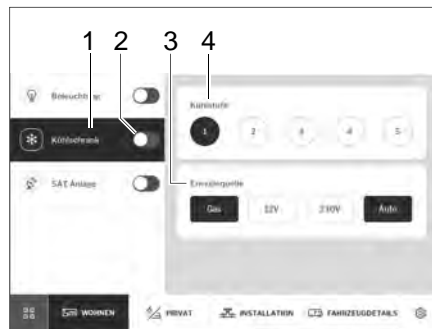

Bild 259 Kühlschrank
- Mit Schiebeschalter (Bild 259,2) Kühlschrank ein- oder ausschalten.
- Auf Schaltfläche *Kühlschrank* (Bild 259,1) tippen.
Im Bedienfeld können die Kühlstufe (Bild 259,4) und die Energiequelle (Bild 259,3) eingestellt werden.